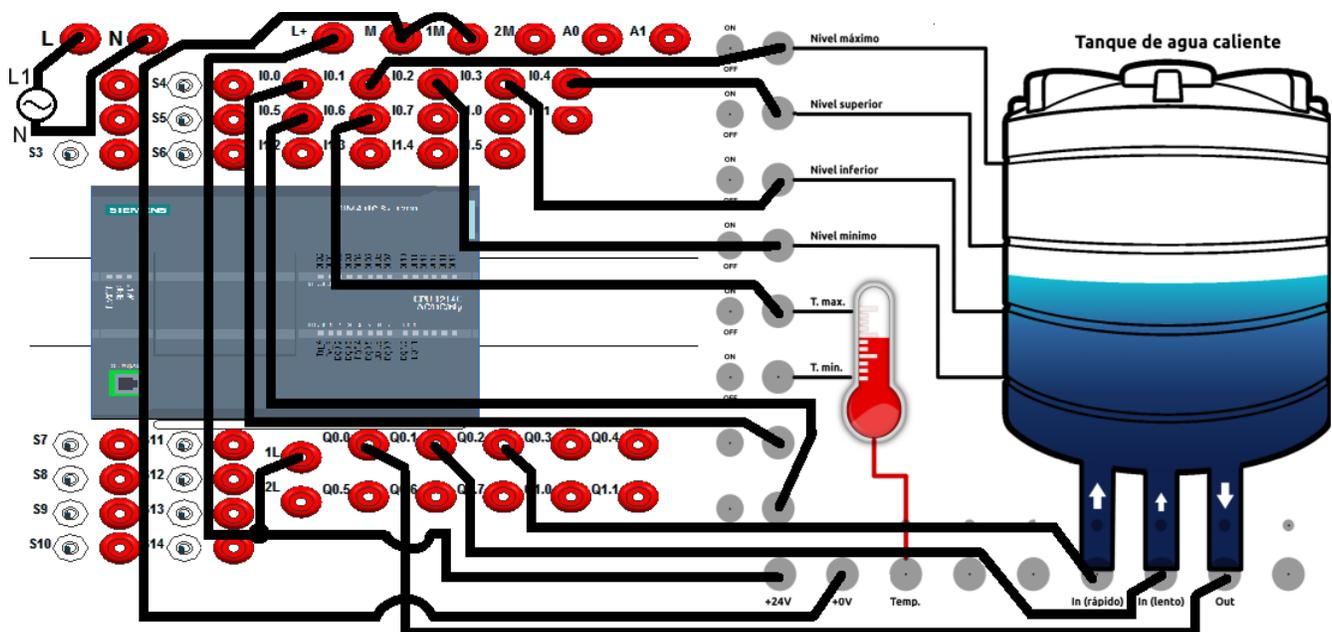

Figura 19. Conexión entre el PLC S7-1200 y el módulo didáctico de simulación de tanque.
10. Para la prueba del programa se utilizará el módulo didáctico de simulación de tanque, para ello realice las conexiones mostradas en la Figura 19.